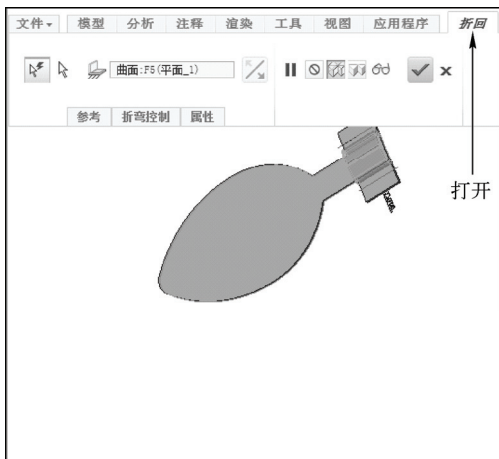

图 13-61 “折回”选项卡
STEP 03 打开“折回”选项卡, 如图 13-61 所示, 系统自动选择平面作为固定平面。